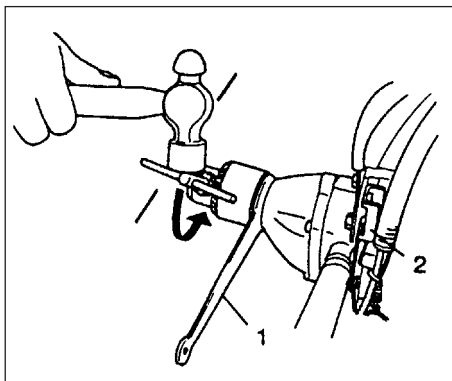

Fig. 2-6
- Om de boorhouder veiliger vast te draaien, kunt u de aandrijf-as fixeren door een 19mm moersleutel (1) tussen de drijfwerkkast en de boorhouder te plaatsen. Activeer de vergrendelingschakelaar (2) en sla vervolgens met een hamer tegen de boorhoudersleutel (met de wijzers van de klok mee) om de boorhouder vast te draaien. (TED-270PFL/270PFLS/270PFDH/270PFDLS/270PFHS) (Fig. 2-6)